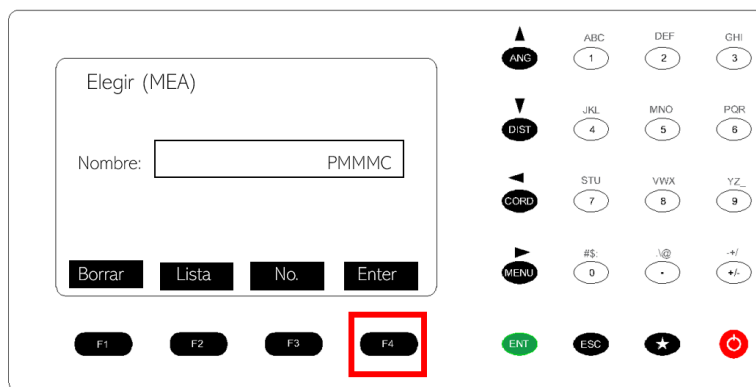

Figura 38. Comandos de la estación total.
18. Seleccionar el proyecto en el que se está trabajando o en su defecto crear un nuevo proyecto. Y presionar F4 Enter. Figura 38.